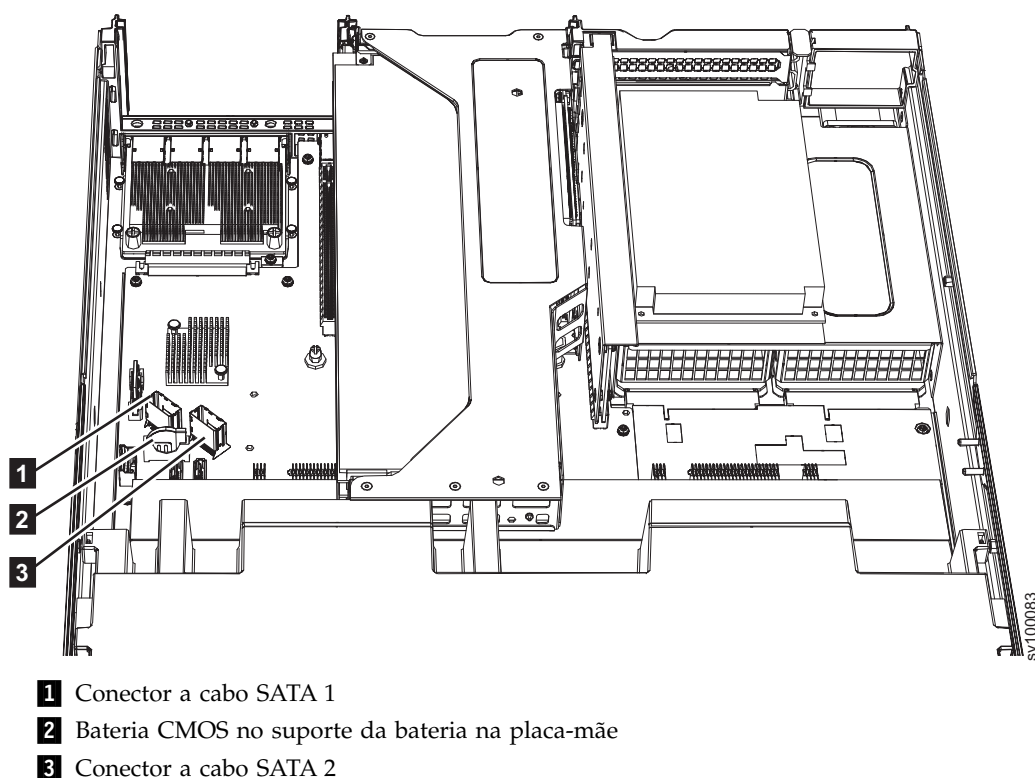

Figura 127. Local do portador de bateria CMOS do 2145-SV1
9. Localize a bateria na placa-mãe, conforme mostrado em Figura 127.